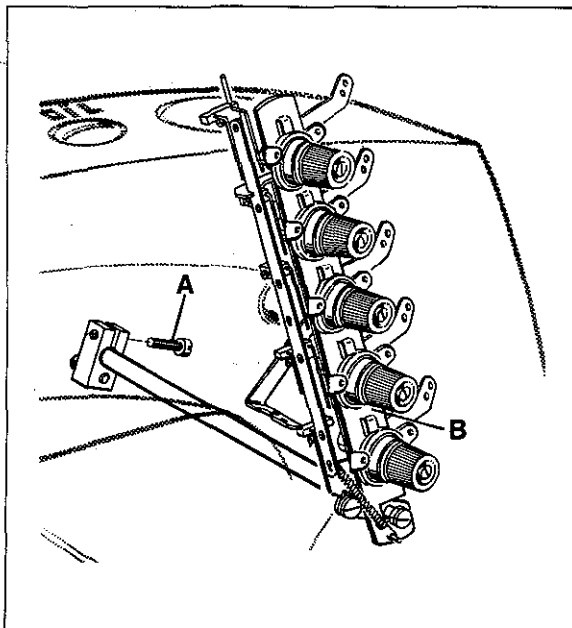

Fig. 45
If adjustment is required, loosen tension release lever clamp screw (A, Fig. 45), located at the back of machine and move tension disc separator (B) as required. Retighten screw. After adjustment there should be no binding at any point.
Ist eine Einstellung notwendig, lösen Sie die Klemmschraube (A, Fig. 45) im Spannungsauslösehebel auf der Rückseite der Maschine und stellen den Spannungsscheibentrenner (B) entsprechend. Ziehen Sie die Schraube wieder an. Nach dieser Einstellung darf an keinem Punkt Schwergängigkeit auftreten.